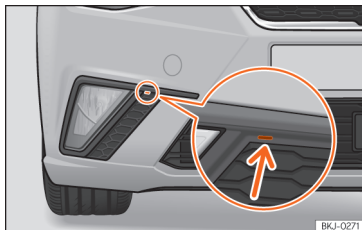

Fig. 52 Farol de nevoeiro: retirar a grelha
- Coloque uma chave de parafusos a fazer de alavanca no entalhe » **Fig. 52** (seta). Em seguida, retire os grampos situados no contorno da grelha, fazendo um pequeno movimento de alavanca.